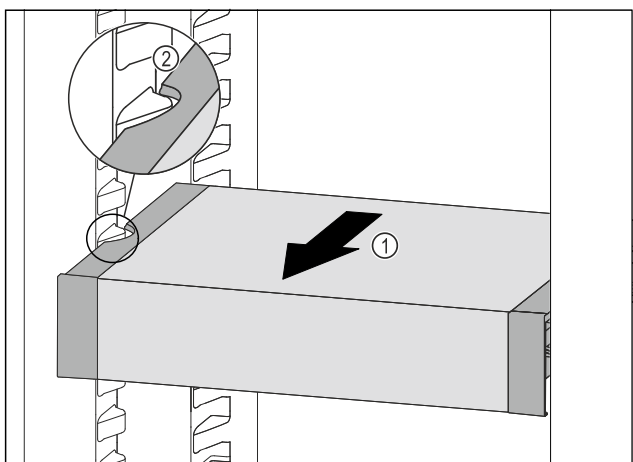

Fig. 116
- Táhněte VarioSafe dopředu Fig. 116 (1), dokud nebudou boční vybrání VarioSafe na úrovni žebrování na nádoby v chladničce. Fig. 116 (2)